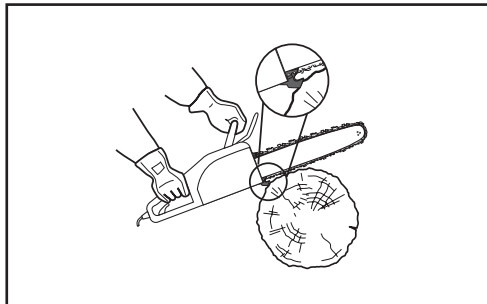

Fig. 19
5. Asegúrese de que la cadena (8) está funcionando a toda velocidad antes de entrar en contacto con la madera. Utilice el paragolpes con púas (4) para fijar el producto en la madera antes de comenzar a cortar y utilícelo como punto para hacer palanca al cortar (Fig. 19).